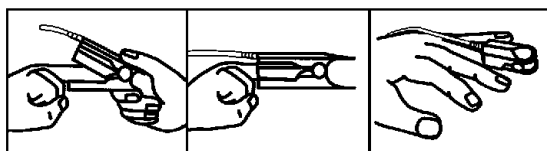

図1 パルスオキシメータセンサ
- ① 本体をドッキングステーションに装着する。
- ② 電源ケーブルをドッキングステーションに接続する。
- ③ 電源ケーブルをコンセントに接続する。
- ④ 電源ボタンを押し電源を ON にする。
- ⑤ センサ又はケーブルを本体に接続する。
- ⑥ センサを患者に装着する。(図1、2参照)
- ⑦ 必要に応じ、センサとケーブルを接続する。
- ⑧ アラーム表示、システム故障を示す表示がないことを確認する。
- ⑨ ディスプレイ上に測定値が連続的に表示される。
- ⑩ モニタリングが終了したら、センサを患者から外す。
- ⑪ 電源ボタンを押し電源を OFF にする。